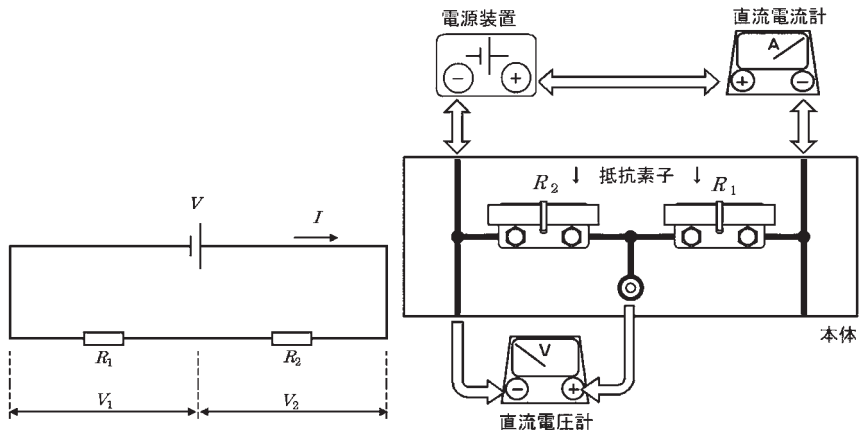

図 8 オームの法則実験 1
1) 本体 1 個と固定抵抗を 2 個選択し、図 8 のように取り付ける。
2) 電源装置、直流電流計を図 8 のように接続する。
3) 電源装置 (V) のスイッチを入れ、直流 1.5V をかける。
4) 直流電流計の指示値 (I) と (V) から、オームの法則を使い合成抵抗を計算する。
8) V_1 が、電流値 (I) と固定抵抗 (R_1) の積に等しいか確認する。